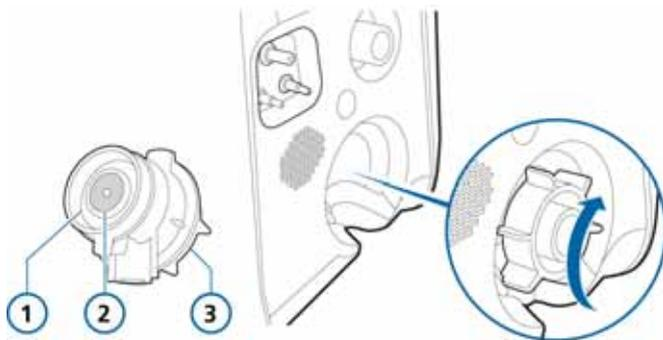

図 5-1. 新生児用呼気弁の取り付け
1. 呼気弁ハウジングを持ち（図 5-1）、シリコンダイヤフラムを呼気弁ハウジングに固定します。